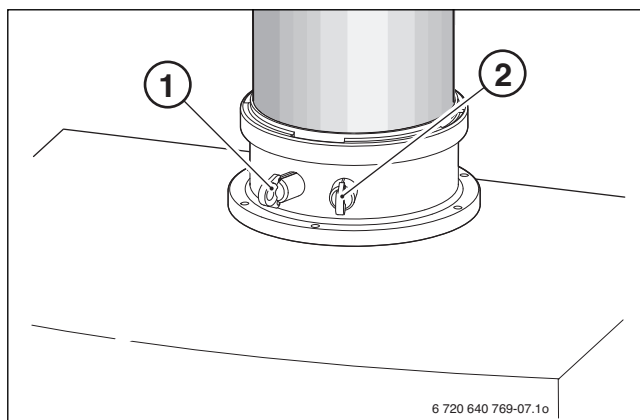

Bild 47
- ▶ Stopfen am Verbrennungsluft-Messstutzen [2] entfernen (→ Bild 47).
- ▶ Stopfen am Abgasmessstutzen [1] entfernen (→ Bild 47).